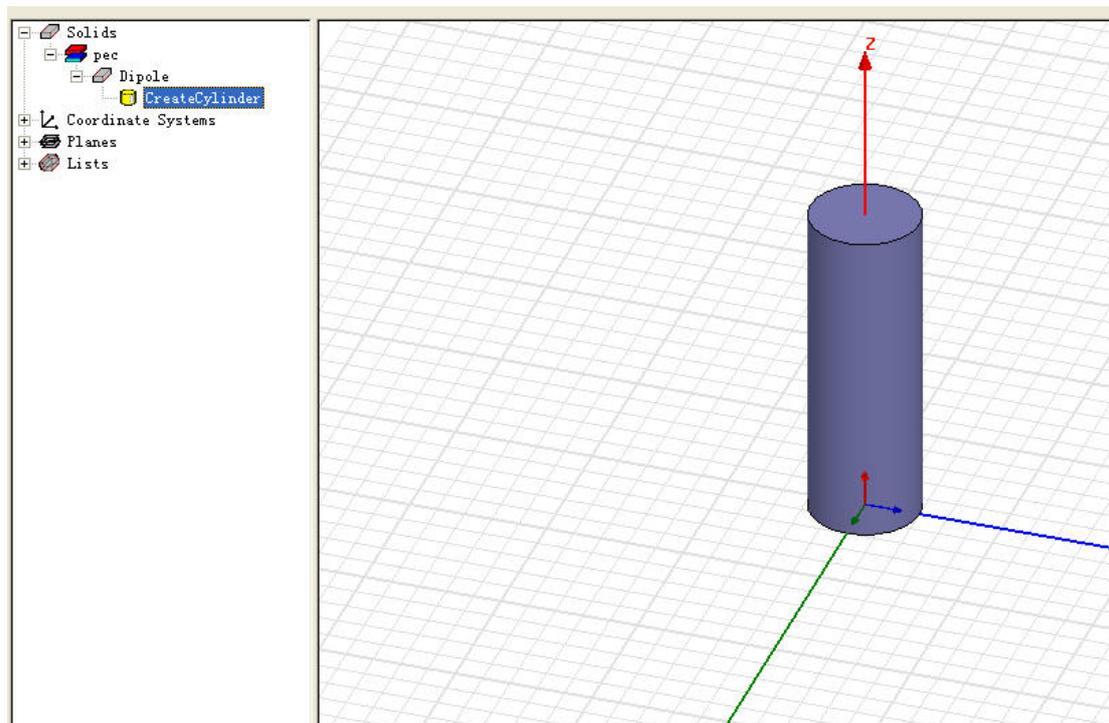

图 16 操作历史树中 CreateCylinder 节点
4) **偶极子天线单臂精细建模**：双击图 16 所示操作历史树中 Dipole 下的 CreateCylinder 节点。